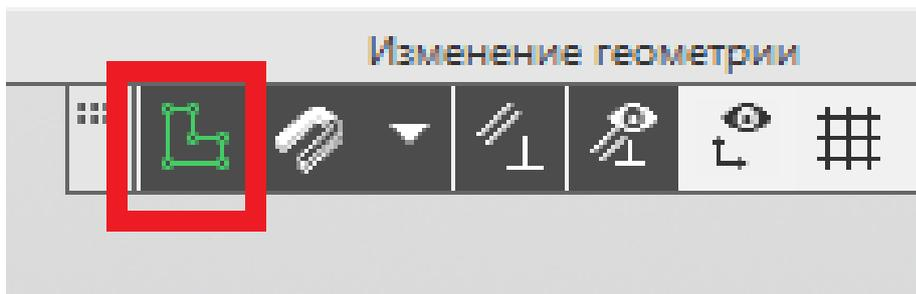

Рис. 141
13. Завершаем построение эскиза нажатием на пиктограмму «Создать эскиз» (рис. 141).